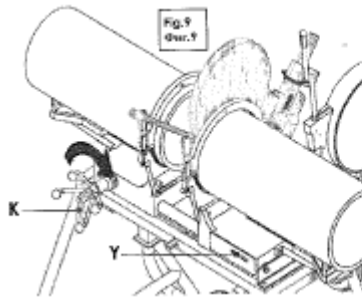

Fig.9
- Aplicați forța de pre-încălzire cu ajutorul manerului **K** până la atingerea valorii indicate (citiți forța aplicată pe indicatorul **Y**) (fig. 9)